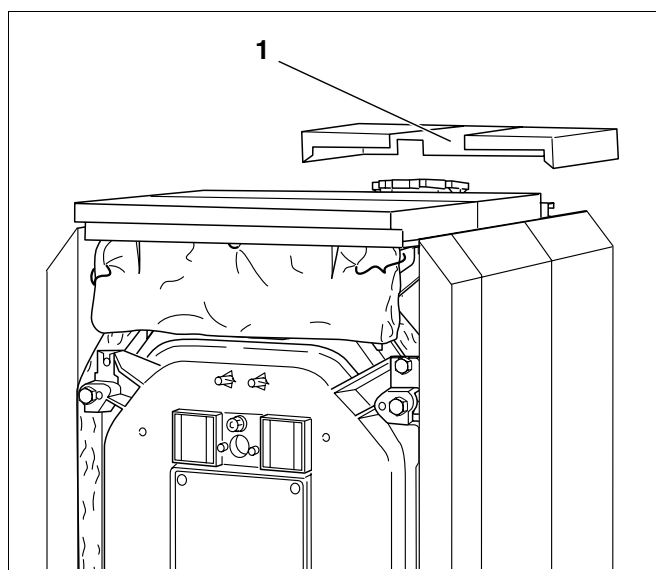

Fig. 53 Montage - capot arrière
- Poser le capot arrière de la chaudière avec les bords repliés et la découpe pour le départ du circuit de chauffage (fig. 53, **pos.1**) vers l'avant sur les parois latérales.